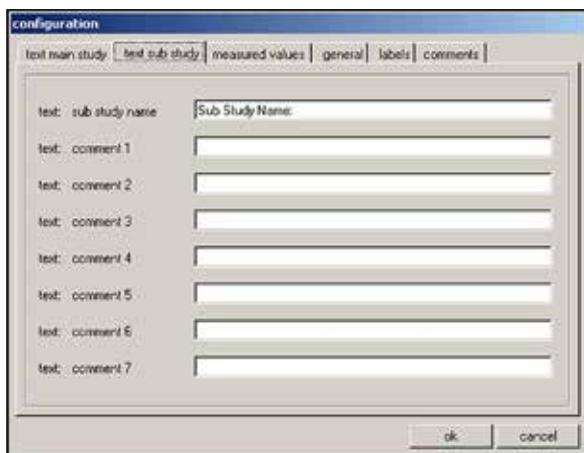

图 36
- 1 **Text main study** 请参见 (→ 图 36) 中的解释
- 2 **Text substudy** 请参见 (→ 图 36) 中的解释